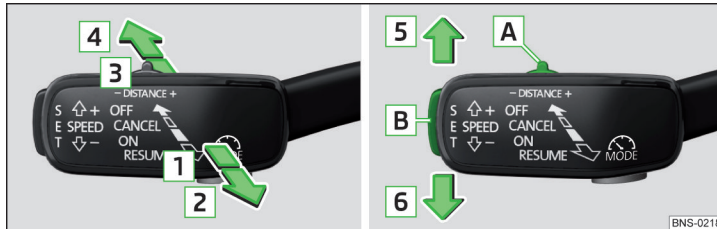

Abb. 282 Bedienungshebel
Übersicht der ACC-Funktionen, welche mit dem Hebel bedient werden » Abb. 282
- Die Taste **SET** » Abb. 282 auf Seite 247 drücken.
- **oder:** Den Hebel in die gedeferte Stellung **RESUME** » Abb. 282 auf Seite 247 einstellen.
- Den Hebel in die gedeferte Stellung **CANCEL** » Abb. 282 auf Seite 247 einstellen.
Die gewünschte Geschwindigkeit wird mit dem Bedienungshebel eingestellt oder geändert » Abb. 282 auf Seite 247.
› Den Schalter **DISTANCE** in die gefederte Stellung – oder + einstellen » Abb. 282 auf Seite 247.
Ein Beschleunigungsvorgang kann jederzeit durch Betätigung des Bremspedals oder den Druckpunkt **CANCEL** am Bedienungshebel » Abb. 282 auf Seite 247 abgebrochen werden.